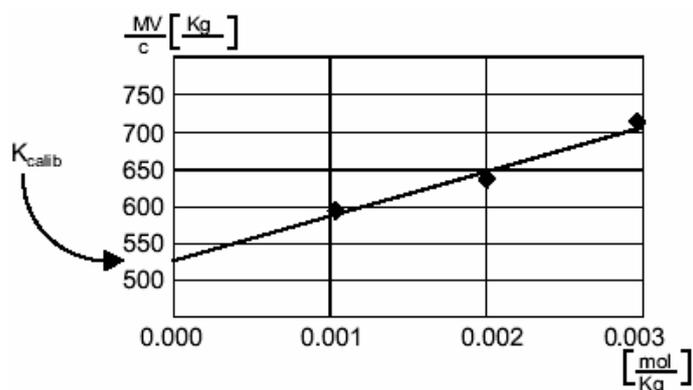

Рис. 17 Пример калибровочного графика для $M \geq 500$ г/моль
5. График зависимости проведите через ось абсцисс (концентрация равна 0) для вычисления коэффициента калибровки $K_{\text{калибр}}$, см. рис. 17.